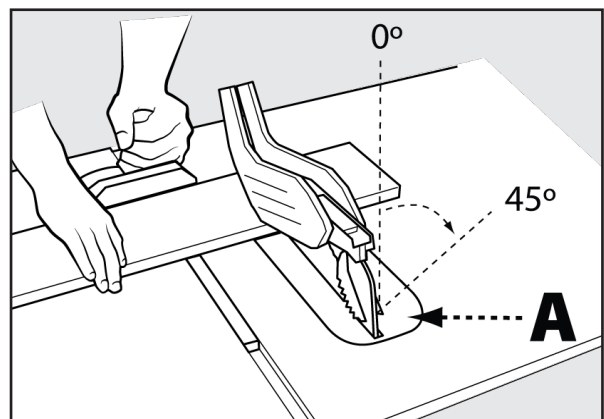

FIGURA 18
El corte transversal biselado es igual al corte transversal excepto que el ángulo de biselado (A) se ajusta a un ángulo distinto a 0° . Cuando realice un corte transversal biselado, coloque el medidor de inglete en la ranura de inglete derecha de modo que la hoja se incline lejos de la galga y las manos. Consulte la Figura 18.